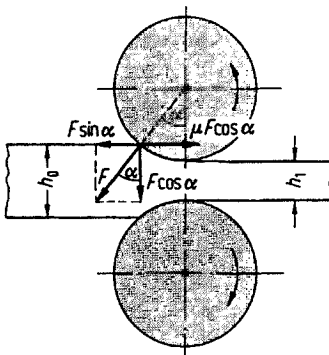

Bild A 11.4
5. Beim Walzen wird der Werkstoff unter dem Druck zweier zylindrischer (oder profilierter) Walzen gestreckt. Der Werkstoff ist einem "kontinuierlichem Druckversuch" unterworfen. Dabei tritt am Eintritt in den Walzspalt die in Bild A 11.4 skizzierte Kraftsituation auf. Um den Werkstoff in den Walzspalt einzuziehen, muß die Kraft, die versucht den Werkstoff in die Walzen zu ziehen größer sein, als die horizontale Komponente der aufgetragenen Druckkraft. Daraus leitet sich die Forderung ab, daß der Öffnungswinkel der Walze kleiner als der Reibungswinkel sein muß.